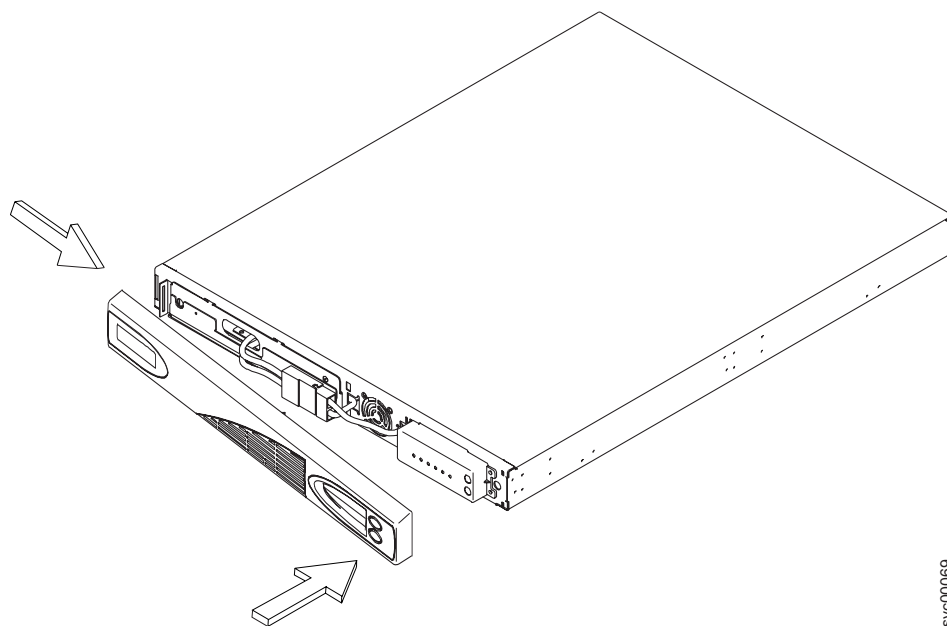

図 226. 2145 UPS-1U フロント・パネルの交換
3. 585 ページの図 226 に示すように、内部バッテリー・コネクタを接続します。キー付きのコネクタの各終端には 2 本のワイヤーがあり、1 つは赤色 (+)、もう 1 つは黒色 (-) です。黒色ワイヤーと赤色ワイヤーを結合します。
4. フロント・パネルを、パネル左側に引っかかるまで右方に押し込みます。図 226 に示すように、フロント・パネルを、パネルがカチッと音が鳴って2145 UPS-1U の右と、真中のセクションに収まるまで前方に押し込みます。